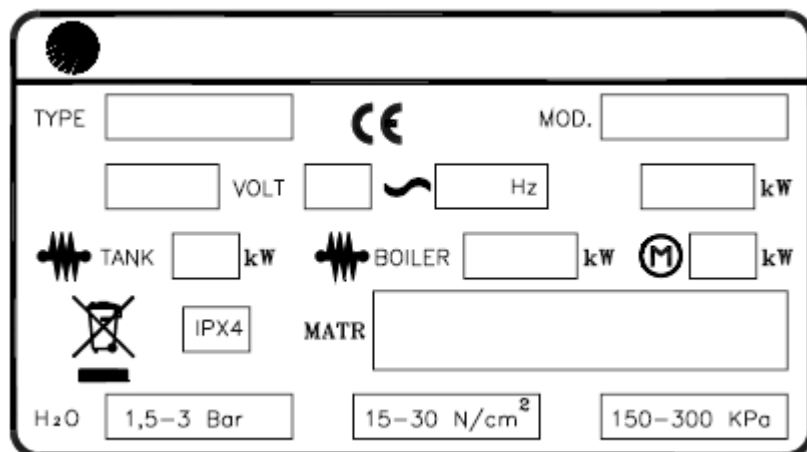

Рис. 1-1
- Пластика с техническими характеристиками (рис. 1-1) расположена на правой панели корпуса машины. Она содержит всю необходимую информацию для установки оборудования.